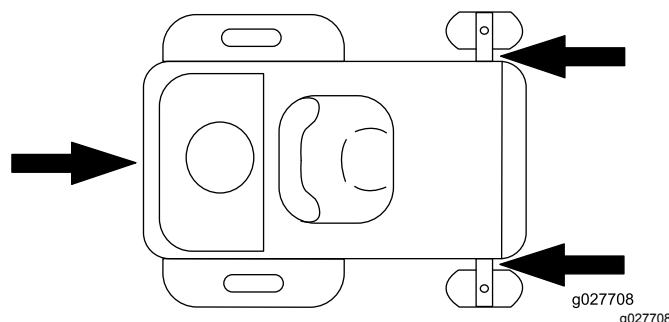

Figure 24
5. Arrimez la machine près des roues pivotantes avant et du pare-chocs arrière (Figure 24).